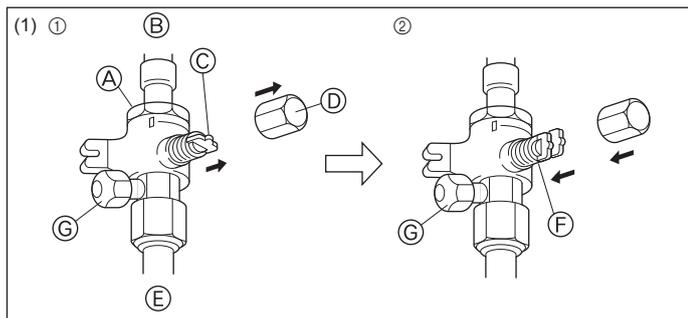
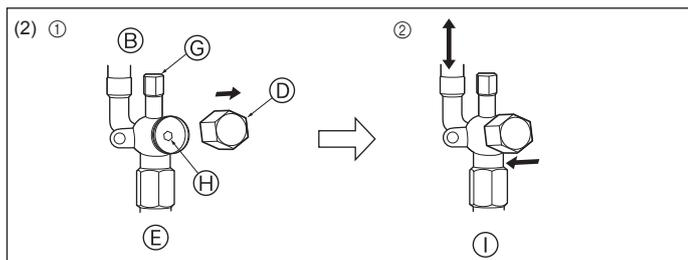

Fig. 4-9
Fig. 4-10
(1) Gaszijde (Fig. 4-9)
- ① Verwijder de dop, trek het handvat naar u toe en draai dit een kwartslag tegen de klok in om de kraan te openen.
- ② Let erop dat de afsluitkraan geheel open is, druk de hendel in en draai de kap terug naar de oorspronkelijke stand.
(2) Vloeistofzijde (Fig. 4-10)
- ① Verwijder de kap en draai de kraanstang zo ver mogelijk tegen de klok in met behulp van een 4mm-inbussleutel. Stop met draaien wanneer de nok wordt bereikt. (ø6,35: Circa 4,5 giri) (ø9,52: Circa 10 giri)